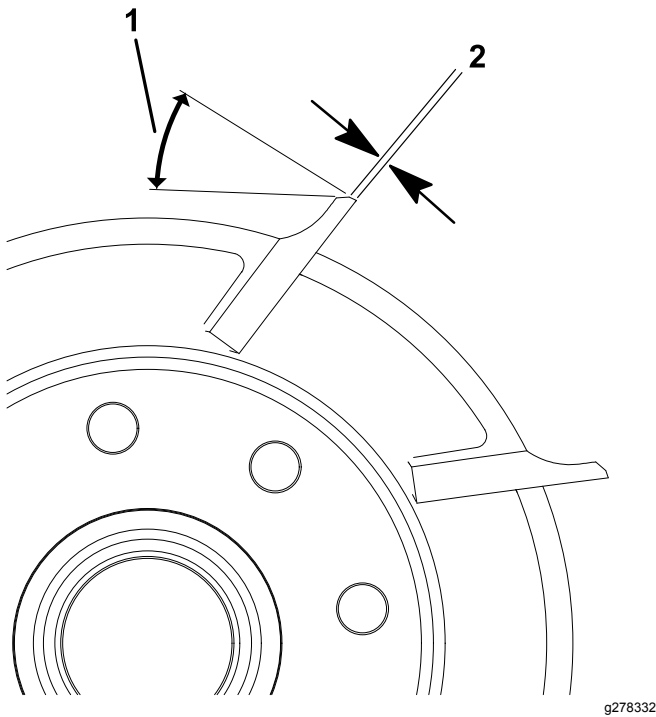

图19
1. 对所有滚刀棱面进行 30° 铲磨直至棱面宽度达到 0.761.27mm **图19**。